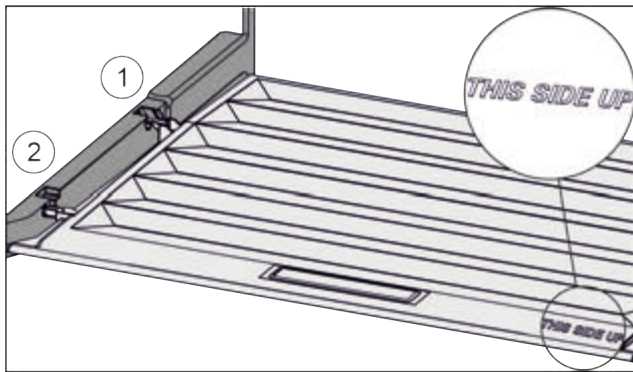

Fig. 37
- ▶ Вставити поперечні ребра через отвір заднього тримача Fig. 37 (1) і зафіксувати спереду у тримачі Fig. 37 (2).